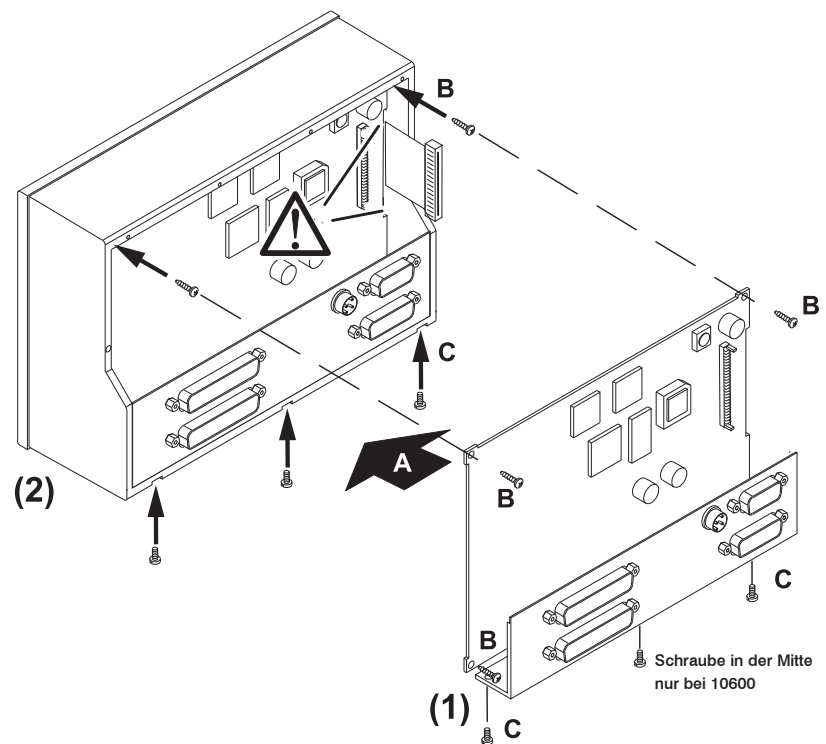

Bild D 7-10: Einsetzen und Befestigen der Hauptplatine und des Anschlusswinkels
10. Nehmen Sie die Hauptplatine und das anhängende Anschlusspanel und platzieren Sie beides auf den Befestigungsstegen (A). Achten Sie auf die Verbindungskabel zwischen Anschlusspanel und Hauptplatine! Führen Sie das flache Display-Kabel durch die seitliche Aussparung der Hauptplatine so, dass es ca. 2 cm über die Hauptplatine herausragt. Achten Sie darauf, dass das flache Display-Kabel dabei nicht zwischen Platine und Halterung bzw. Platine und Gehäuse eingeklemmt wird! Befestigen Sie die Hauptplatine mit ihren drei Schrauben (B). Richten Sie dann das Anschlusspanel aus und befestigen Sie es mit seinen zwei (10600-PLUS, das mittlere Loch bleibt offen) bzw. drei (10600) Schrauben von der Unterseite (C). (Bild D 7-10)